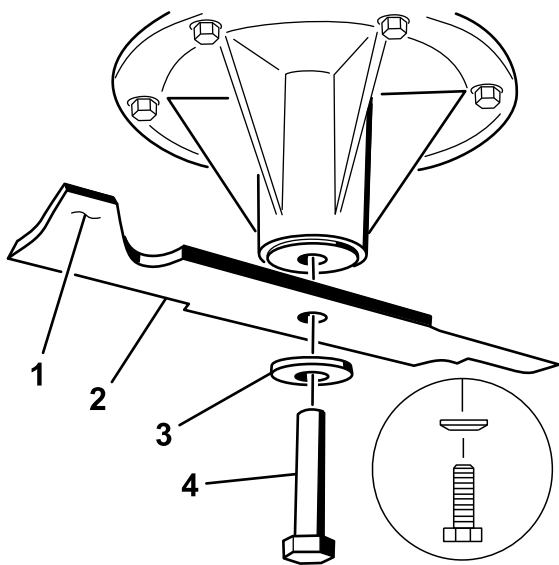

Figura 99
1. Instale la cuchilla en el eje (Figura 99).
2. Instale la arandela de muelle y el perno de la cuchilla (Figura 99).
Nota: El cono de la arandela de muelle debe estar orientado hacia la cabeza del perno (Figura 99).